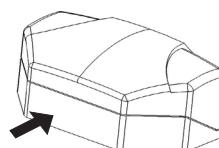

Рисунок 3
8.1 Снимите крышку извещателя, для чего нажав на заднюю стенку основания извещателя (рисунок 3), сдвиньте пальцами второй руки края крышки, в местах указанных на рисунке 4, снимите крышку.